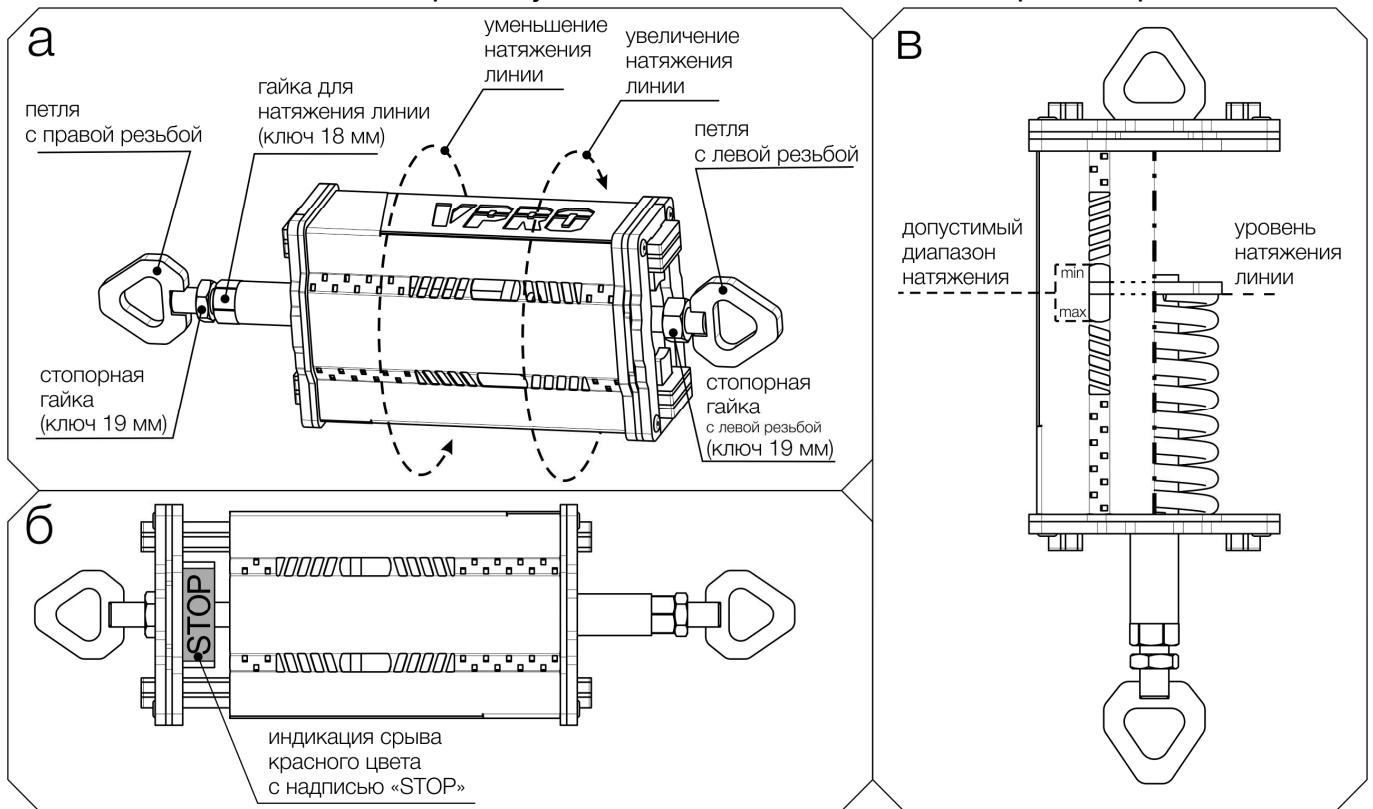

Рис. 8 Порядок установки и использования амортизатора vpro CL S01
- 1) Убедиться, что обе стопорных контргайки (рис. 8а) не препятствуют вращению резьбового соединения.
инструмента (вращая «гайку для натяжения» ключом 18 мм), так и без (вращая непосредственно корпус устройства). Направление вращения указано на рисунке 8а. Вращать необходимо до тех пор, пока индикация натяжения не окажется в диапазоне допустимого уровня натяжения (см. рис. 8в). При натяжении линии рекомендуется устанавливать минимально допустимый уровень натяжения.
Внимание! Амортизатор имеет встроенную индикацию срыва (см. рис. 8б). В случае срыва амортизатора, дальнейшее использование анкерной линии категорически запрещено.